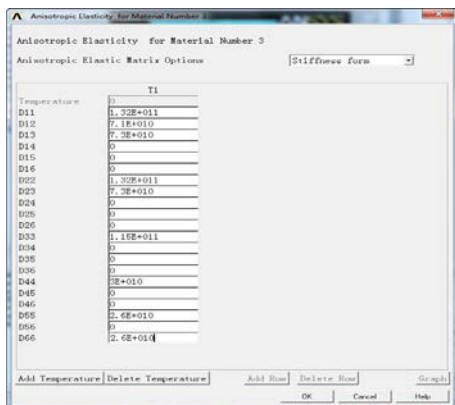

图 10-14 “Anisotropic Elasticity for Material Number3”对话框
⑧设置刚度矩阵：在如图 10-10 所示的对话框中，双击选择“Material Models Available”下的 Structural > Linear > Elastic > Anisotropic，弹出如图 10-14 所示的“Anisotropic Elasticity for Material Number3”对话框，在文本框中输入刚度矩阵数据，如图 10-14 所示，单击“OK”按钮。然后单击“Define Material Model Behavior”对话框中的菜单选项 Material > Exit，退出材料属性的设置。